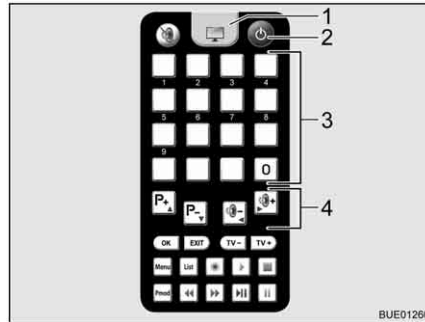

Bild 32 Fjärrstyrning TV-apparat
- Tryck på knappen "⏻" (Bild 32,2) på fjärrstyrningen till TV-apparaten. Systemet växlar till sökläge. En konstant signal ljuder.
- Tryck på TV-knappen (Bild 32,1) på fjärrstyrningen till TV-apparaten för att koppla om till TV-mottagning. Signalen tystnar. En bild visas på skärmen.
- Ställ in den önskade sändaren via lagringsknapparna (Bild 32,3) eller funktionsknapparna (Bild 32,4) på fjärrstyrningen till TV-apparaten.